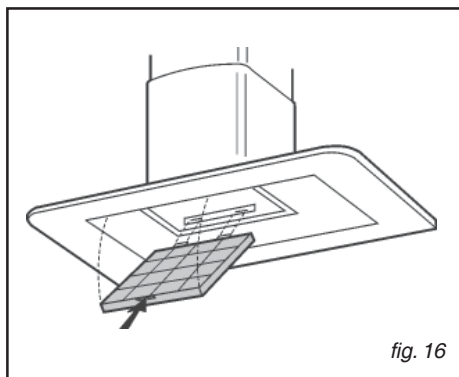

fig. 16
• Démontage du filtre à charbon (fig.16)
Démonter le filtre à charbon: pousser la fixation vers l'intérieur et faire pivoter le filtre de façon à retirer les 2 languettes de leurs logement (fig.16).